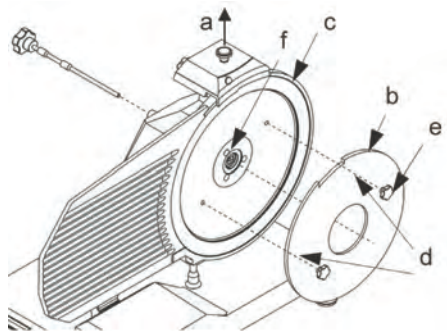

Рис. 5 – Установка устройства из оргстекла (b) для снятия ножа
Для того, чтобы очистить нож с другой стороны, его следует снять (смотри Рис. 5).
- снимите защиту ножа (смотри Рис. 5);